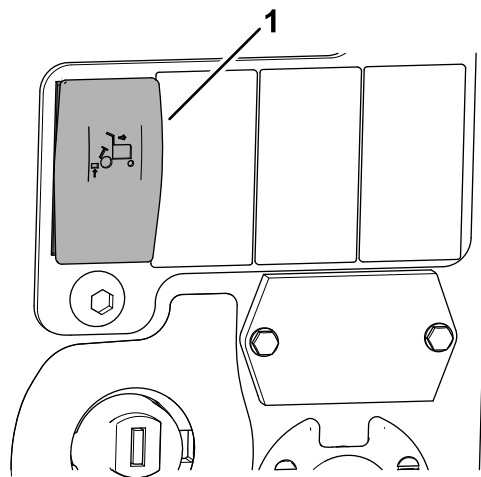

**Figura 7**
- Per attivare il sollevamento limitato automatico in retromarcia, premete la parte superiore dell'interruttore di sollevamento limitato automatico in retromarcia (Figura 7).